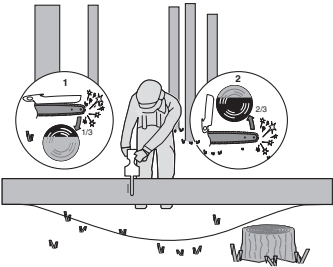

Figura 4
Dacă bușteanul se sprijină pe ambele capete, vezi figura 4, tăiați de sus 1/3 din diametru (1).